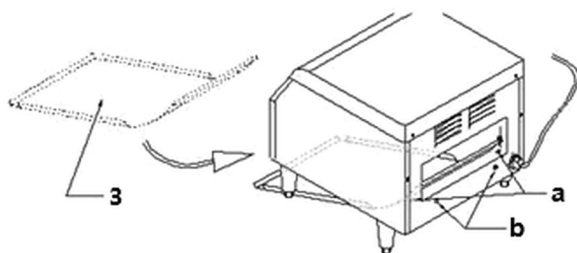

Рис. 2
4. Закрепите лоток для выталкивания тостов (3, рис. 2), сначала сдвинув его закругленной частью назад под устройство, а затем зацепив за нижний край заднего отверстия устройства на предусмотренный для этого крючок (a).
5. Завесьте лоток для сбора крошек (8) (с соответствующими выемками на передней стороне) на специальные штифты (b, рис. 2) под задним отверстием устройства.